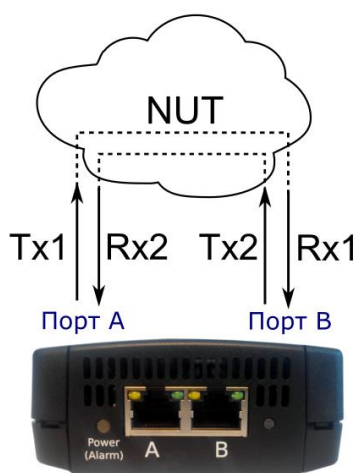

Рисунок 10.4. Подключение прибора для проведения двух тестов. Вариант 1
1. Оба порта прибора подключаются к сети и одновременно проводятся измерения с порта А на порт В и с порта В на порт А (см. рис. 10.4). При таком способе подключения можно в одно и то же время проводить два теста RFC 2544, что позволяет оценить потери пакетов или задержку в направлении А (В)⇒В (А) при одновременной нагрузке направления В (А)⇒А (В).